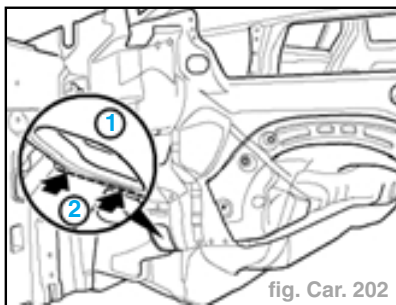

fig. Car. 202
- Pour cela, découper deux points de soudure au burin dans l'interstice entre le raidisseur du longeron moteur (2) et la partie avant de longeron moteur (1). (fig. Car. 202)